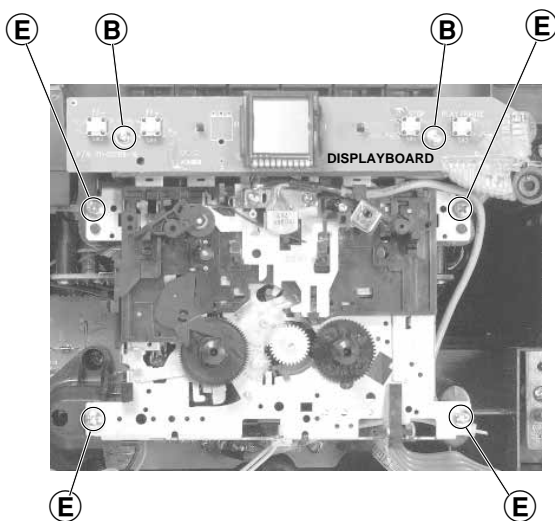

Fig. 2
- 2 Schrauben **B** (Fig. 2) herausdrehen.
- 4 Schrauben **E** (Fig. 2) herausdrehen.
- Undo 2 screws **B** (Fig. 2).
- Undo 4 screws **E** (Fig. 2).